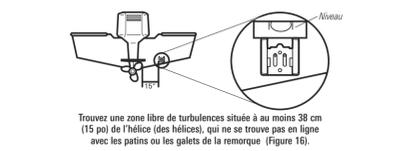

Figure 15
- Sur les bateaux ayant une coque à décrochement, il est possible de monter le transducteur sur le décrochement. Ne montez pas le transducteur sur le tableau arrière, derrière un décrochement, sinon le transducteur pourrait émerger de l'eau à haute vitesse; le transducteur doit rester immergé dans l'eau pour que la tête de commande puisse maintenir le signal sonar. (Figure 15)